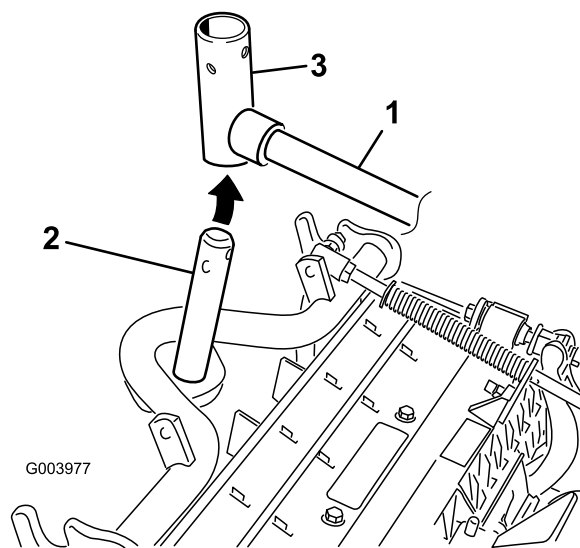

Рисунок 8
7. В случае передних режущих блоков передвиньте режущий блок под подъемным рычагом, одновременно вставляя вал несущей рамы вверх в вилку оси поворота подъемного рычага (Рисунок 8).
B. Вставьте вилку подъемного рычага в вал несущей рамы (Рисунок 8).